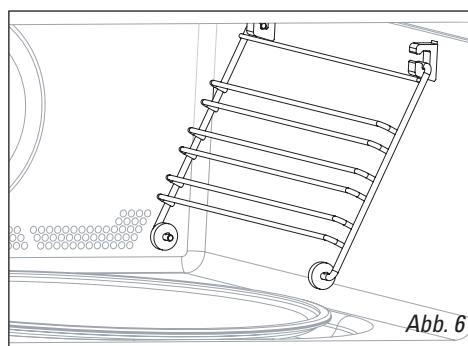
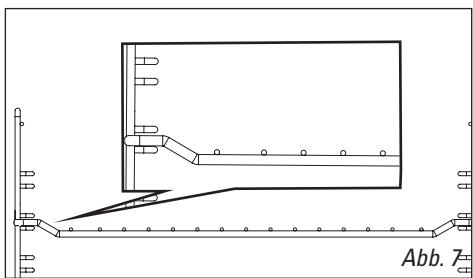

Abb. 6
Abb. 7
- **Die Seitengitter (Abb. 6).** Auf den 2 Fächern mit Haken kann das Zubehör auf 3 Ebenen benutzt werden. Die 3 Einschubstufen sind je nach Art des Kochvorgangs und der Lebensmittel verfügbar. (Abb. 7/8) Bei den Funktionen **Grill oder Grill + Mikrowellen** wird das Gitter auf der 1. Ebene für dicke Gerichte wie Braten benutzt und auf der 3. Ebene für weniger dicke wie Koteletts oder Würstchen. Bei den Funktionen **Kochen mit Ventilator oder Kochen mit Ventilator + Mikrowellen** kann das Gitter je nach zu kochendem Gericht auch auf Stufe 1 oder 2 eingeschoben werden.